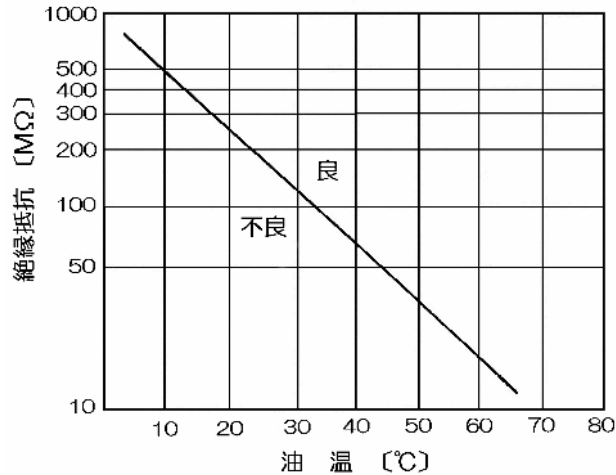

図 16 絶縁抵抗許容値
- ① 二次側の回路の接地を外してください。
- ② 一次端子と二次端子間、一次端子とタンク間の絶縁抵抗を1000Vの2000MΩ以上の絶縁抵抗計で測定し、図16の判定基準の“良”の領域にあることを確認してください。